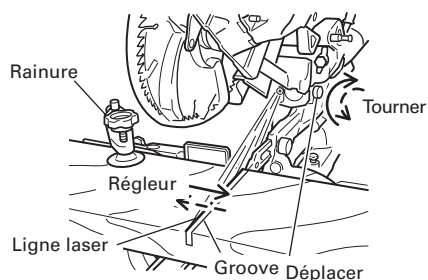

Fig. 22
- (2) Cela fait, tourner le régleur et décaler la ligne laser. (Quand on tourne le régleur dans le sens des aiguilles d'une montre, la ligne laser se décale vers la droite et quand on tourne le régleur dans le sens contraire des aiguilles d'une montre, la ligne laser se décale vers la gauche.) Si on travaille avec la ligne tracée à l'encre sur le côté gauche de la lame de scie, il faut aligner la ligne laser avec le côté gauche de la rainure. (Fig. 22) Si on travaille avec la ligne tracée à l'encre sur le côté droit de la lame de scie, il faut aligner la ligne laser avec le côté gauche de la rainure.